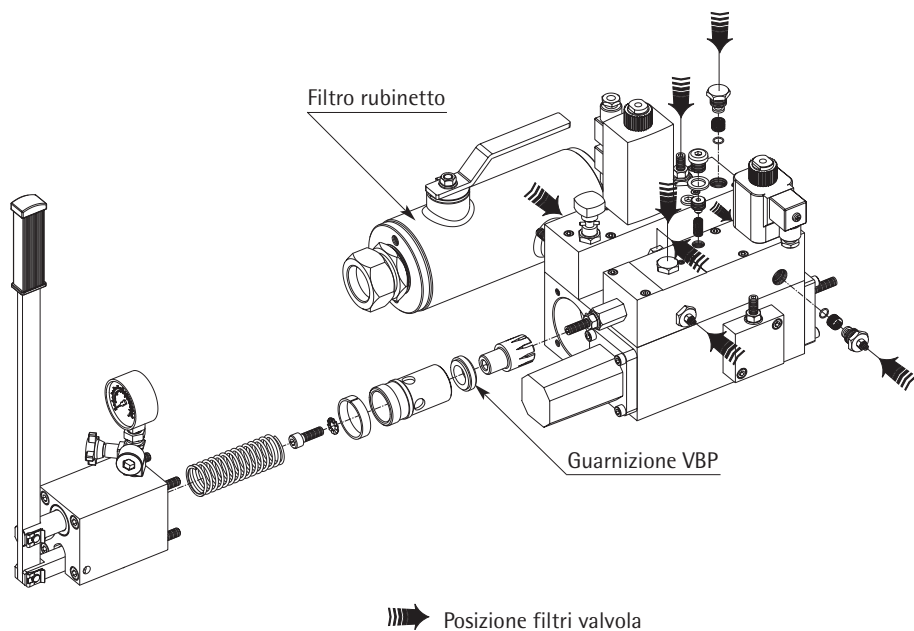

Fig. 46 Sostituzione guarnizione VBP e pulizia filtri
- Sostituire la guarnizione del VBP come segue (vedi Fig. 46):
- In occasione di revisione generale o quando si presentano anomalie di funzionamento, pulire tutti i filtri che si trovano in corrispondenza delle elettrovalvole ed indicati nella Fig. 46 a pag. D840M3L.066.